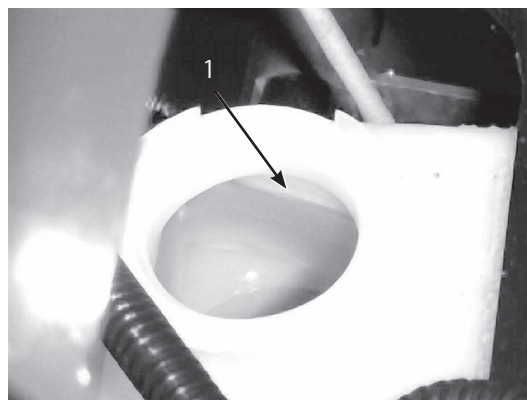

図9
2. タンクの FULL マークまでオイルが入っているのを確認する (図9)。